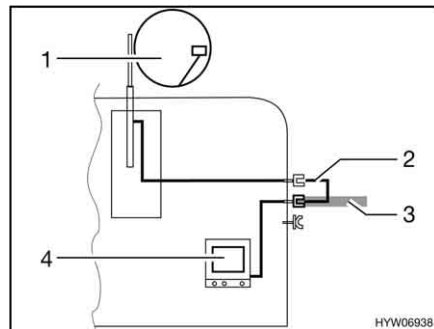

Fig. 183 TV nel veicolo
- TV nel veicolo (Fig. 183,4): Collegamento all'antenna del tetto (Fig. 183,1) con cavo di collegamento (Fig. 183,2)
- TV nel veicolo (Fig. 183,4): Collegamento a antenna esterna (Fig. 183,3)